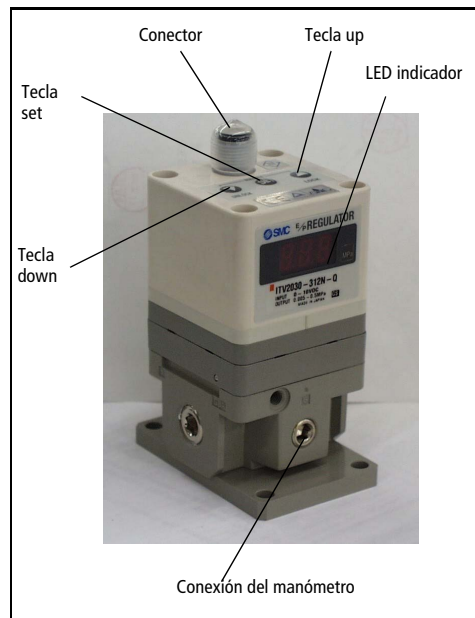

Fig 1
- Para ajustar la presión mínima (en el indicador LED aparece F-1) utilice las teclas up/down (Fig 1) luego presione la tecla 'Set' (Fig 1) para 'fijar' el ajuste.
- Para ajustar la presión máxima (en el indicador LED aparece F-2) utilice las teclas up/down (Fig 1) luego presione la tecla 'Set' (Fig 1) para 'fijar' el ajuste.
- Para ajustar la salida digital 1 (en el indicador aparece P-1) utilice las teclas up/down (Fig 1) luego presione la tecla 'Set' (Fig 1) para 'fijar' el ajuste.
- Para ajustar la salida digital 2 (en el indicador aparece P-2) utilice las teclas up/down (Fig 1) luego presione la tecla 'Set' (Fig 1) para 'fijar' el ajuste.
Tras conectar la alimentación, las teclas se bloquean y no son utilizables. Si se presiona cualquier tecla, en el display (Fig.1) parpadea la indicación 'Loc'.
- 1) Presione la tecla 'Down' (Fig 1) durante más de 2 segundos.
- 3) Presione la tecla 'set' (Fig 1) para bloquear.
Nota: Para anular, presione la tecla 'Up' (Fig 1).
- 1) Presione la tecla 'Up' (Fig 1) durante más de 2 segundos.
- 3) Presione la tecla 'Set' (Fig 1) para bloquear.
Nota: Para anular, presione la tecla 'Down' (Fig 1).
Si el equipo ITV2000 detecta alguna anomalía el indicador LED (Fig 1) muestra 'Er' seguido de un código. Desconecte la alimentación, averigüe el problema y resuélvalo. Tras corregir el fallo, reinstaure la alimentación eléctrica.
Presione la tecla 'Up' y 'Down' (Fig 1) conjuntamente durante más de 3 segundos. El indicador muestra 'RES'. Para que las presiones mínima y máxima y las salidas digitales P1 y P2 vuelvan a su condición inicial, libere las teclas.
Nota: Si la fuente supera los 30mA el sensor se visualizará en el indicador LED (Fig 1) mostrando 'Er 5'.